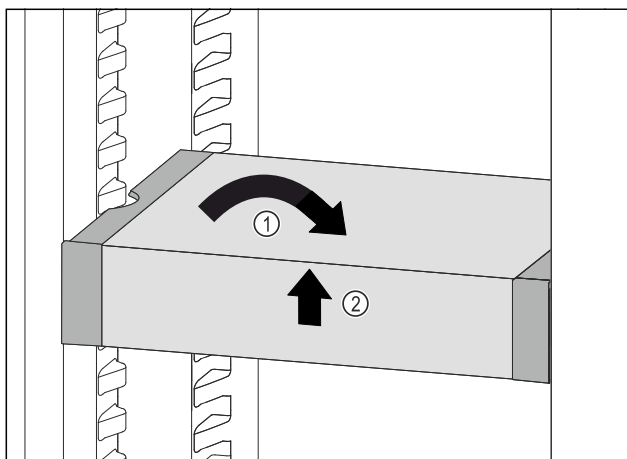

Fig. 95
- Collocare VarioSafe in maniera dritta. Fig. 95 (1)
- Sollevare VarioSafe dal lato anteriore. Fig. 95 (2)